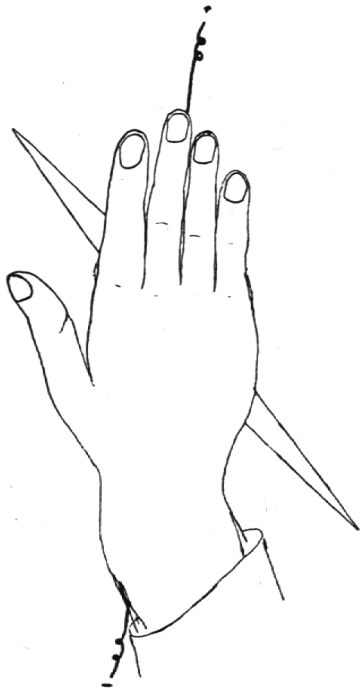

Abb. 18
2. Versuch über Stromrichtung. Halte die rechte Hand über die Magnetnadel, Innenfläche gegen Nadel und Draht! Nach welcher Seite schlägt die Nadel aus? Wechsle die Drahtanschlüsse! Nach welcher Seite ist jetzt der Ausschlag? Abb. 18.